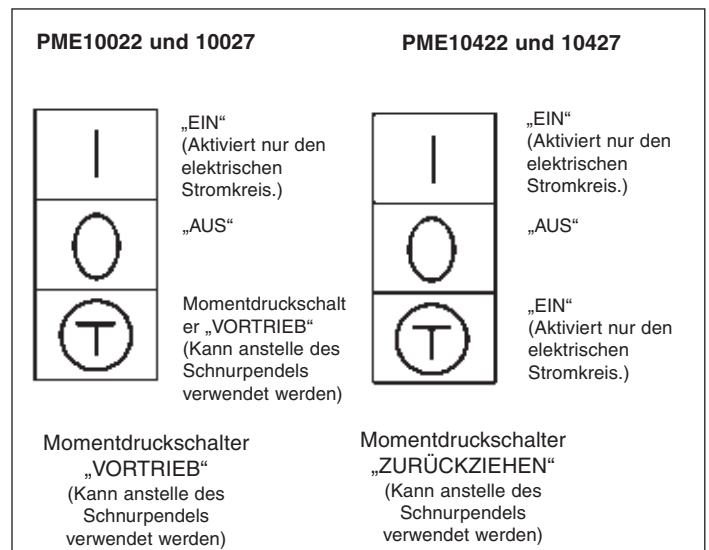

Abbildung 5 - Pumpenschalterpositionen
4. Sicherstellen, daß der Pumpenschalter auf „AUS“ steht. (Siehe Abb. 5)